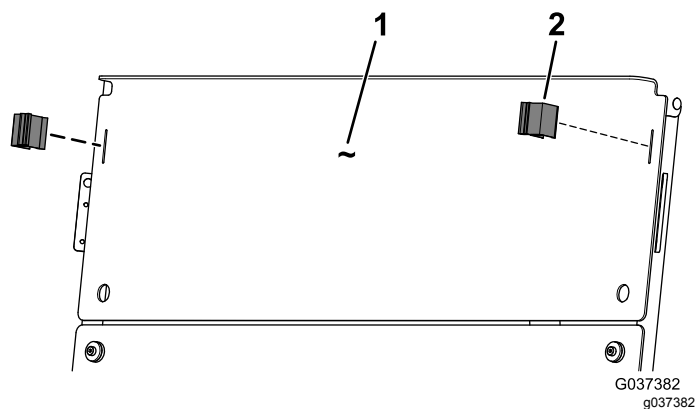

Рисунок 5
4. Прикрепите верхнее ветровое стекло к трубкам навеса с помощью двух ответных зажимов (Рисунок 5).